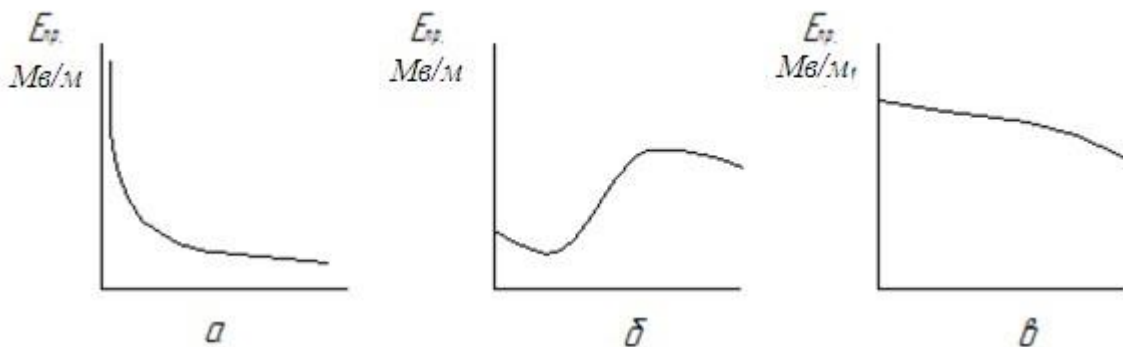

Рис. 1.5
Вопрос 1.9. На рис. 1.5 приведены зависимости электрической прочности $E_{пр}$ трансформаторного масла от некоторых факторов. Какие рисунки отражают зависимость $E_{пр}$ от температуры?
1. Рис. 1.5, а.
2. Рис. 1.5, б.
3. Рис. 1.5, в.